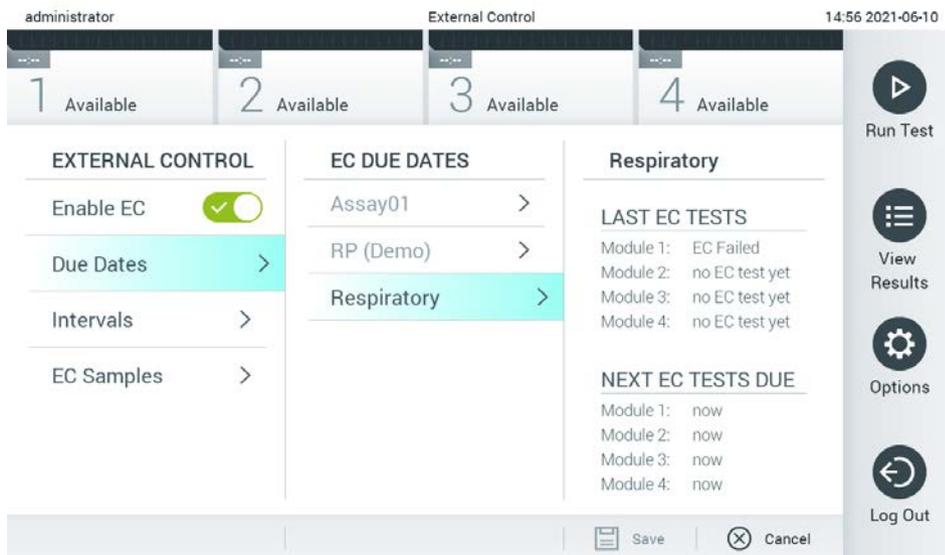

Figura 51. Pantalla External Control Due Dates (Fechas límite de control externo).
3. Seleccione **Due Dates** (Fechas límite) y un ensayo de la lista para ver cuándo se ha realizado la última prueba de control externo por ensayo y módulo analítico, y cuándo es la fecha límite de la prueba de control externo (figura 51).